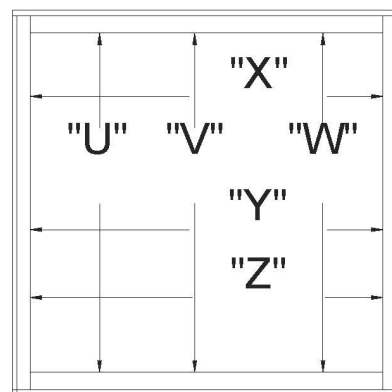

Figura 5
- **Importante:** El cabezal del marco y el riel deben estar nivelados, correctamente alineados y aplomados en las jambas del marco. Mida horizontalmente en el cabezal, el umbral y el punto medio para asegurarse de que el marco no esté arqueado. Asimismo, mida de arriba abajo a lo largo de todo el marco, de izquierda a derecha, para asegurarse de que no haya elevaciones en el umbral ni depresiones en el cabezal. Las elevaciones en el umbral o las depresiones en el cabezal podrían impedir la instalación de los paneles. No apriete excesivamente los tornillos de instalación del marco, ya que esto podría deformarlo. (Consulte la figura 5).